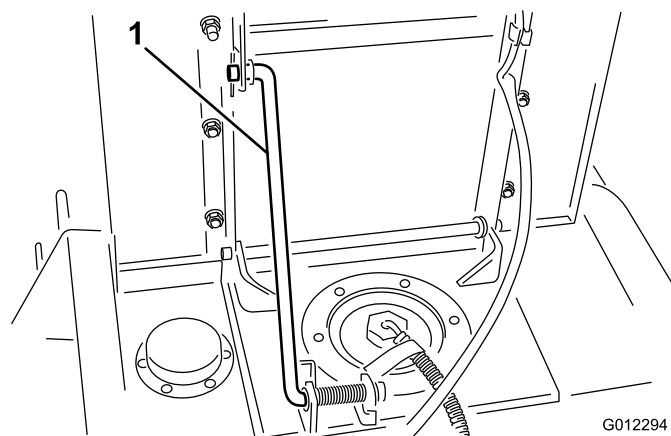

Figura 20
2. Sollevate il sedile e mantenete in questa posizione con l'asta di supporto del sedile (Figura 20).